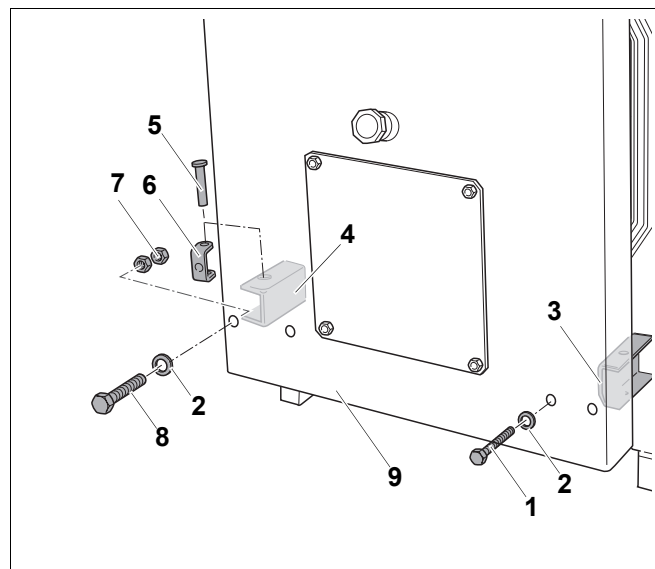

Рис. 7 Нижние шарниры
- Вставьте болт M16 (рис. 7, поз. 8) с надетой на него шайбой (рис. 7, поз. 2) через дверь котла (рис. 7, поз. 9) в шарнир (рис. 7, поз. 4), на котором будет поворачиваться дверь.
- 2 гайки M16 (рис. 7, поз. 7) накрутите на болт M16 (рис. 7, поз. 8).
- Заверните болт M16 (рис. 7, поз. 8) в шарнирную вилку (рис. 7, поз. 6).
При установке шарнирной оси (рис. 7, поз. 5) ее головка должна находиться сверху.
- Вставьте ось (рис. 7, поз. 5) в нижний левый шарнир через шарнирную вилку (рис. 7, поз. 6).
- 2 гайки M16 (рис. 7, поз. 7) законтрите так, чтобы болт M16 (рис. 7, поз. 8) еще мог поворачиваться.
- Вставьте болт M12 (рис. 7, поз. 1) с надетой на него шайбой (рис. 7, поз. 2) через дверь котла в резьбовое отверстие в передней стенке и заверните его.